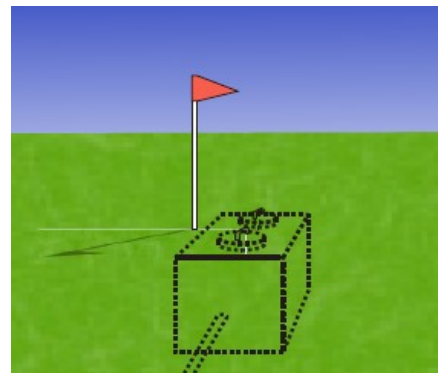

Fig. 3
3. Identifier clairement l'emplacement de la fosse (ex. : en plantant un piquet) afin d'en faciliter le repérage par l'entreprise responsable de la vidange. Fig. 3
3. Clearly identify the location of the tank (planting a stake) for easy identification by the company responsible for emptying the tank. Fig. 3